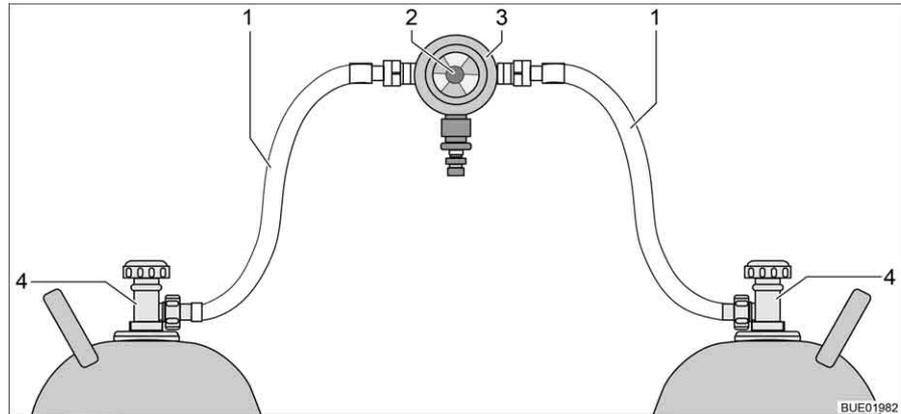
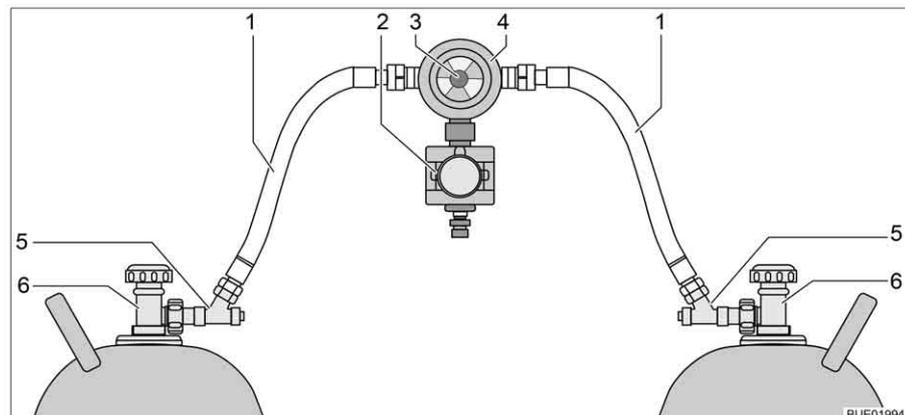

Bild 154 Gasflaschen-Umschaltanlage
Bild 155 Gasflaschen-Umschaltanlage mit CPU
Die Gasflaschen-Umschaltanlage besteht aus einem kombinierten Gasdruckregler mit Umschaltventil und Anzeige (Bild 154,3). Die Gasflaschen-Umschaltanlage ist zwischen den beiden Gasschläuchen (Bild 154,1) montiert.
Die Gasflaschen-Umschaltanlage besteht aus einem kombinierten Gasdruckregler mit Umschaltventil und Anzeige (Bild 155,4) und einem Elektroventil (Bild 155,2). Das Elektroventil sperrt bei Vollbremsung, Unfall oder ungewöhnlich großer Schräglage die Gaszufuhr zum Fahrzeug. Die Gasflaschen-Umschaltanlage ist zwischen den beiden Gasschläuchen (Bild 155,1) mit Schlauchbruchsicherungen (Bild 155,5) montiert.
Mit dem Drehknopf (Bild 154,2 bzw. Bild 155,3) an der Gasflaschen-Umschaltanlage lässt sich bestimmen, welche der Gasflaschen als Betriebsflasche und welche Gasflasche als Reserveflasche verwendet wird.
An der Bedieneinheit (Bild 156) können nur die elektrischen Funktionen geschaltet werden. Die Haupt-Absperrventile der Gasflaschen (Bild 154,4 bzw. Bild 155,6) müssen von Hand geöffnet oder geschlossen werden.
- Haupt-Absperrventile an den Gasflaschen (Bild 154,4 bzw. Bild 155,6) öffnen.
- Schlauchbruchsicherungen (Bild 155,5) nacheinander 10 Sekunden lang drücken.
- Mit dem Drehknopf (Bild 154,2 bzw. Bild 155,3) an der Umschaltanlage die Gasflasche wählen, der vorrangig das Gas entnommen werden soll (Betriebsflasche).
- Haupt-Absperrventile an den Gasflaschen (Bild 154,4 bzw. Bild 155,6) schließen.